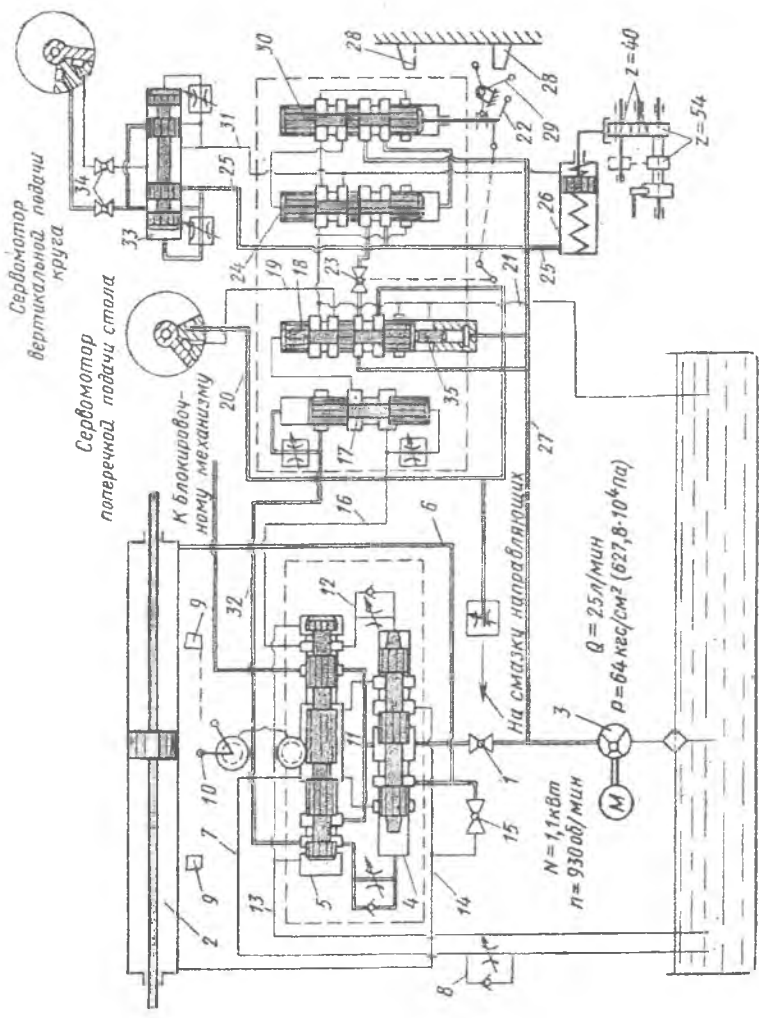

Рис. 3. Гидравлическая схема станка 3Г71
Гидропривод обеспечивает продольное перемещение стола, поперечное перемещение крестового суппорта в конце каждого хода стола и вертикальное перемещение шлифовальной бабки при реверсе крестового суппорта. Включение и выключение гидропривода производится краном **1** (рис.3).
11. Изобразите золотник 17 на рис.3 стандартными условными обозначениями.